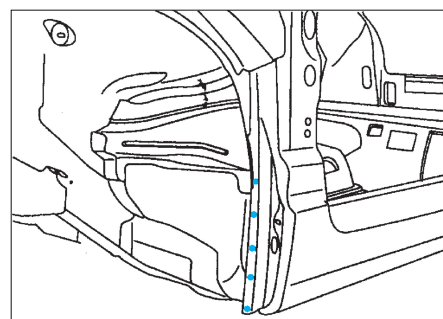

FIG. 91
• Appliquer une colle de calage structurale (Fig.91).